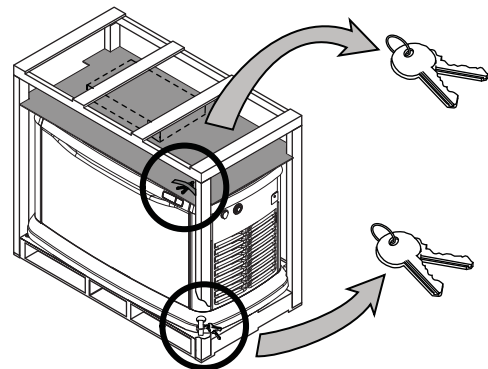

Figura 2-2. Chaves conforme foram enviadas
3. Consulte **Figura 2-2**. A tampa será bloqueada. Um conjunto de chaves é anexado à folha de papelão na parte superior da unidade. Um conjunto adicional é conectado ao suporte do palete na extremidade de entrada frontal da unidade. Remova as chaves do suporte de papelão e paletes.